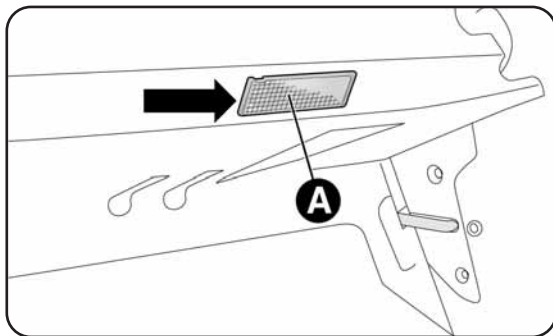

fig. 32
- estrarre la plafoniera A-fig. 32 facendo leva nel punto indicato dalla freccia;